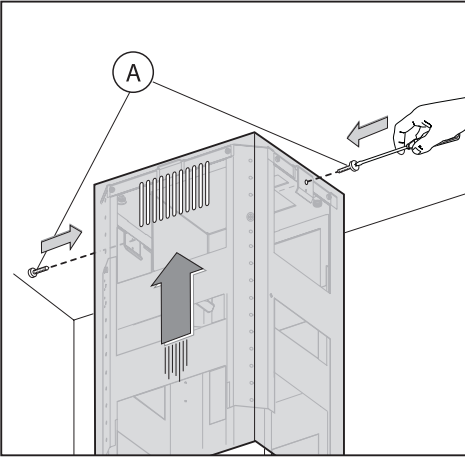

Fig.10 / 10. attēls
- Tag den øverste del af skorstenen og fastgør den til strukturen ved hjælp af de 2 skruer **A** (Fig.10).